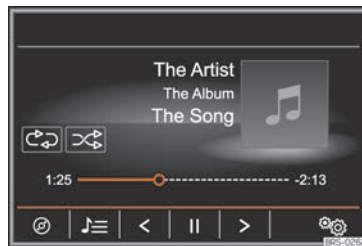

Fig. 206 Menú principal MEDIA.
- Pulse el botón de función (Selección ) » **fig. 206.**